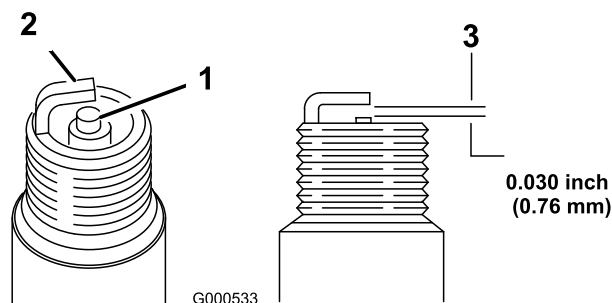

Figura 42
5. Regolate la distanza tra gli elettrodi della candela a 0,76 mm (Figura 42).